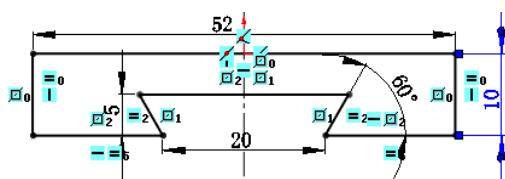

图 5.1.11 修改尺寸
④ 修改尺寸。将尺寸修改为设计要求的尺寸，如图5.1.11所示。其操作提示与注意事项如下。